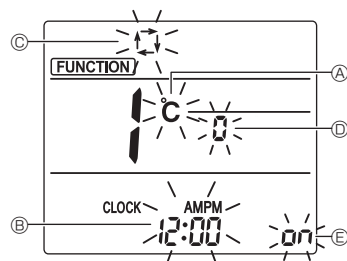

Fig. 4-11
Отобразится экран настройки индикации дисплея. (Fig. 4-11)
4.12.2. Изменение единицы температуры (Fig. 4-11 А)
4.12.3. Изменение отображения времени (Fig. 4-11 В)
4.12.4. Изменение АВТОМАТИЧЕСКОГО режима (Fig. 4-11 С)
4.12.5. Изменение номера пары (Fig. 4-11 Д)